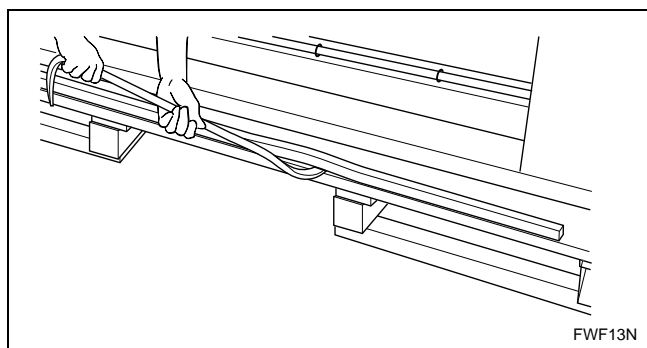

Figura 5
3. Use uma barra de alavanca para remover os travões de madeira do carrinho com rodinhas. Consulte *Figura 5*.